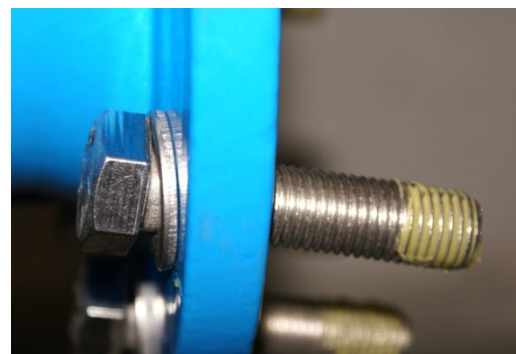

Figure 2
- Tous les éléments de transmission de puissance du raccordement à bride (vis / écrous selon la figure 2) doivent être enduits d'un lubrifiant approuvé tel que de la graisse Klüber VR69-252.